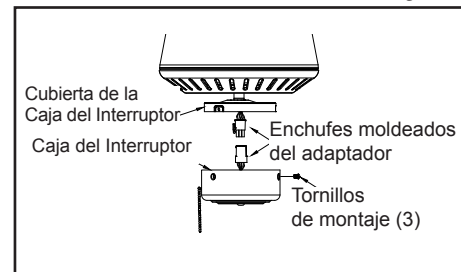

Figura 16
3. Fija la carcasa del interruptor y asegura su cubierta con los tres tornillos que sacaste en el paso 1. (Figura 16)